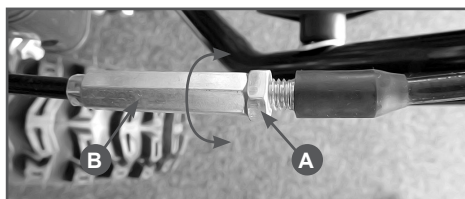

Рис.25 Регулировка троса включения шнека
Для регулировки троса включения шнека необходимо ослабить контргайку (A) Рис.25 и вращая поводок (B) по часовой или против часовой стрелки установить необходимую длину троса. Затем затянуть контргайку (A).